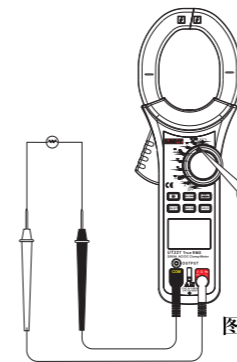

图 6
#### (4) 导通测试 (蜂鸣) (见图6)
### 4.导通检测 (蜂鸣) (见图6)